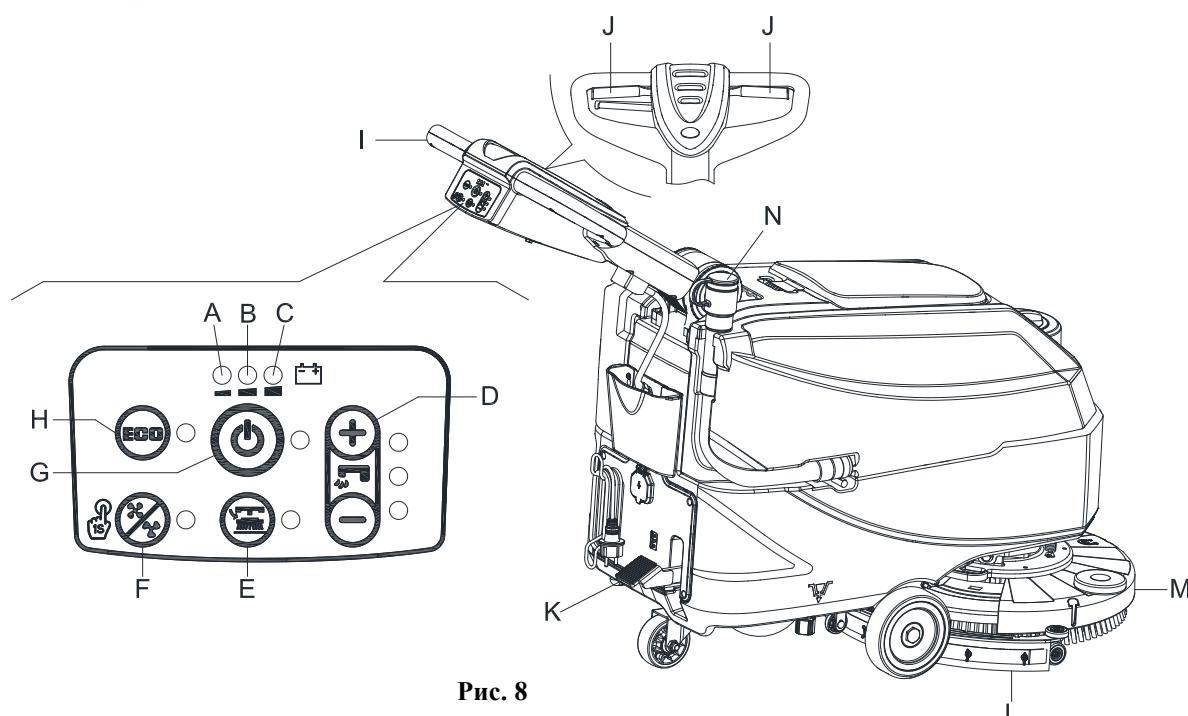
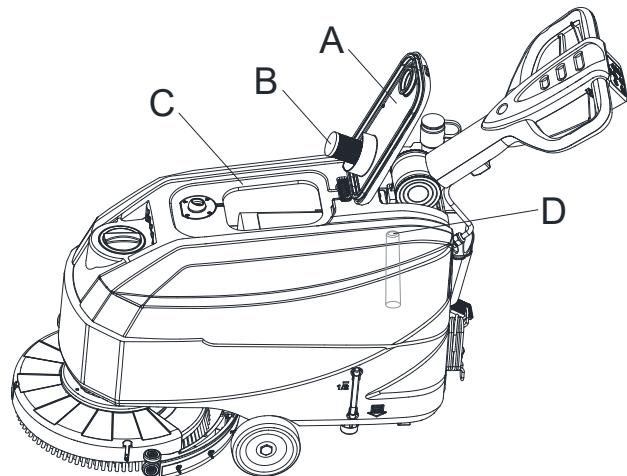

Рис. 8
Рис. 10
2. Переместите машину на место уборки, толкая ее двумя руками при помощи рукоятки (I, Рис. 8).
3. Опустите настил щетки/штатива подкладки (M, Рис. 8) и скребок (L), подняв педаль (K).
4. Нажмите на пусковой переключатель (G, Рис. 8). Убедитесь, что зеленый предупредительный световой сигнал (C) включен (заряженная батарея). Если включился желтый (B) или красный (A) предупредительный световой сигнал, выключите переключатель питания (G, Рис. 8) и зарядите батареи (см. процедуру в главе Обслуживание).
5. Нажмите на контрольные переключатели подачи воды (D, Рис. 8), как это необходимо, в зависимости от типа уборки.
6. Начните уборку, толкая машину руками, расположенными на рукоятке (I), и нажимая на рычаг переключателя безопасности (J).
Для движения машины вперед нажмите левый или правый рычаг переключателя безопасности (J, Рис. 8) или оба.
2. Удерживая обе руки на рукоятке, нажмите на рычаг переключателя безопасности (J, Рис. 8), а затем маневрируйте машиной и начните чистку скребком/сушку пола.
Пока горит зеленый предупредительный световой сигнал (C, Рис. 8), батареи обеспечивают нормальную работу машины. Когда зеленый предупредительный световой сигнал (C) гаснет, и загорается желтый предупредительный световой сигнал (B), рекомендуется зарядить батареи, потому что оставшегося заряда батареи хватит всего на несколько минут (в зависимости от характеристик батареи и выполняемой работы). Если включается красный предупредительный световой сигнал (A), батареи полностью разряжены. Через несколько секунд щетка/штатив подкладки автоматически выключится.
Поплавковая система выключения (B, Рисунок 10) блокирует вакуумную систему, когда бак грязной воды (C) полон. Дезактивизация вакуумной системы сигнализируется внезапным увеличением частоты шума двигателя вакуумной системы, а также не происходит сушка пола.
Если вакуумная система выключилась случайно (например, когда поплавок блокирует из-за внезапного движения машины), для возобновления работы: выключите вакуумную систему, нажав на переключатель (G, Рис. 8), затем откройте крышку (A, Рис. 10) и проверьте, что поплавок внутри поплавковой камеры (B) опустился ниже уровня воды. Затем закройте крышку (A) и включите вакуумную систему, нажав на переключатель (G, Рис. 8).
Если бак грязной воды (C, Рис. 10) заполнен, слейте из него воду в соответствии со следующей процедурой.
2. Поднимите настил щетки/штатива подкладки (M, Рис. 8) и скребок (L), нажав на педаль (K).
4. Слейте воду из бака грязной воды при помощи шланга (N, Рис. 8). Затем промойте бак грязной воды (C, Рис. 10) чистой водой.
5. Снимите крышку бака грязной воды (A, Рис. 10) и очистите внутреннюю сторону крышки и поплавковую камеру фильтра (B) чистой водой.
6. Проверьте бак грязной воды (D, Рис. 10) на наличие застрявших посторонних предметов и очистите его от них.